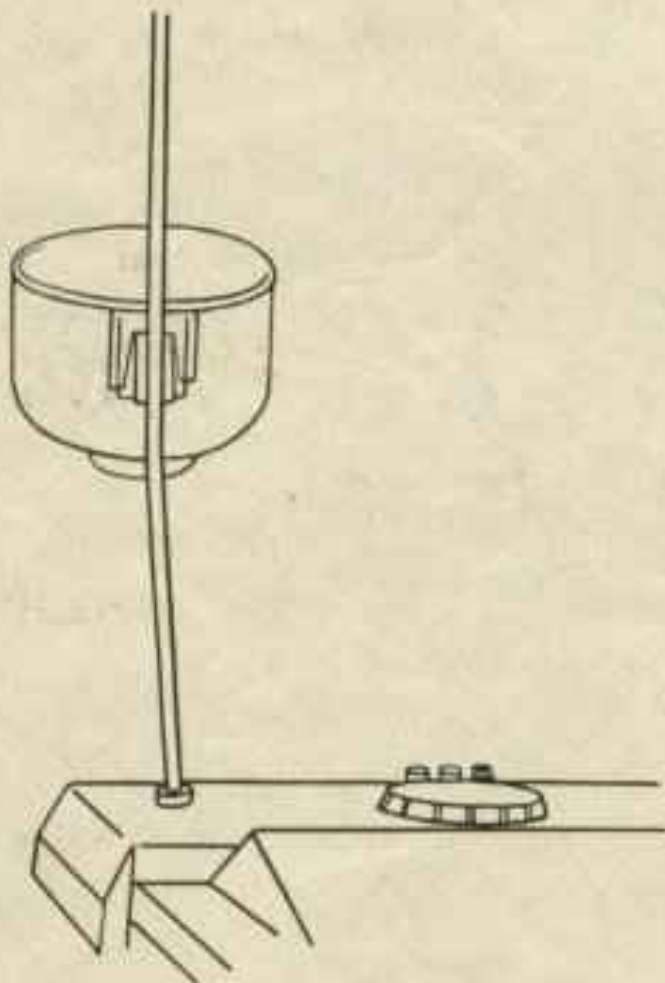

Fig. 17
**Mast des Fadenführers in den Schlitz links am hinteren Schloss einstecken, bis die Nasen einrasten.** Wolldose an den Mast des Fadenführers stecken, Fig. 17